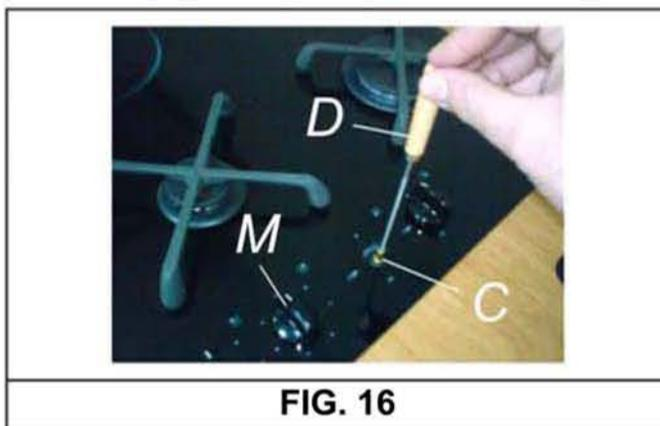

FIG. 16
- Retire o botão "M" (fig. 16) da torneira, o qual está fixo por simples pressão no veio da mesma.
- Introduza uma pequena chave de parafusos "D" no furo "C" (fig. 16) e rode para a direita ou esquerda o cone de estrangulamento até que a chama do queimador esteja regulada no "Mínimo".